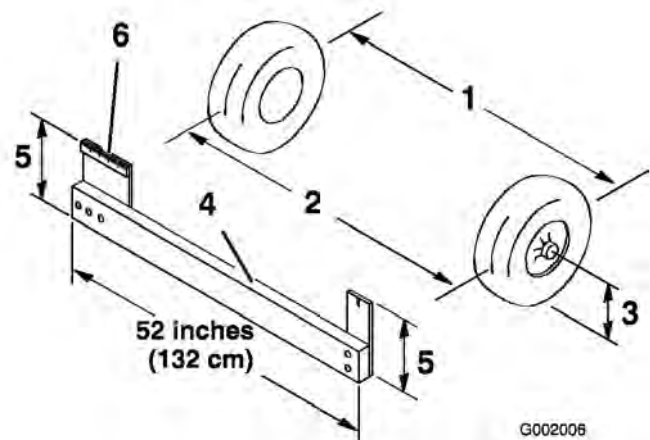

Figura 55
- Mida la distancia entre los neumáticos delanteros a la altura del eje, en la parte delantera y trasera de las ruedas (Figura 55). Es necesario utilizar una plantilla para medir la distancia entre la parte trasera de las ruedas delanteras a la altura del eje. Utilice la misma plantilla para medir con precisión la parte delantera de las ruedas delanteras a la altura del eje (Figura 55).